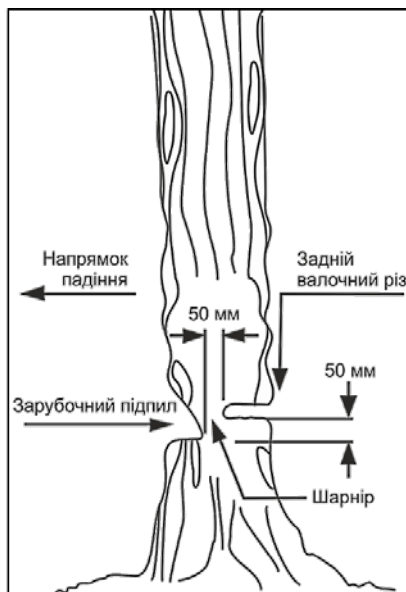

Рисунок 4
4.7.2 Зарубочний підпил (рисунок 4)
4.7.3 Задній валочний різ (рисунок 4)